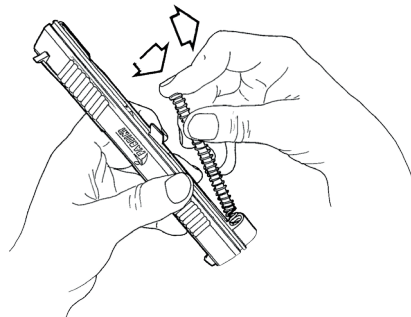

Fig.3
5. **Fig. 3** Fare attenzione, la molla è in compressione! Con l'indice della mano destra premere assialmente il guidamolla per sganciarlo dalla canna, quindi lasciare distendere lentamente la molla.
5. **Fig. 3** Caution! The recoil spring is compressed! Holding the slide in your left hand, push in the recoil spring guide rod/spring assembly toward the muzzle. Lift up and slowly release the spring tension.